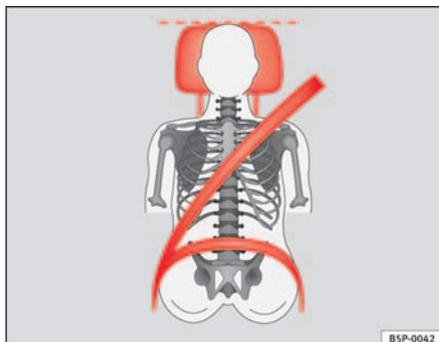
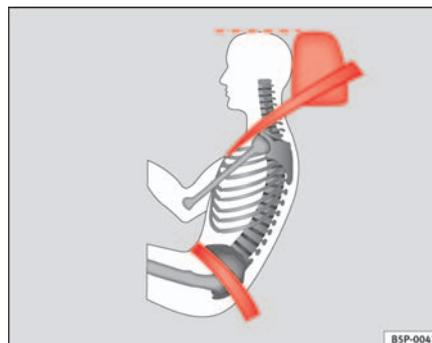

Fig. 91 Visto de frente: apoyacabezas y cinturón ajustados correctamente
Fig. 92 Visto de lado: apoyacabezas y cinturón ajustados correctamente
- Ajuste el apoyacabezas de modo que el borde superior del mismo quede a la misma altura que la parte superior de la cabeza, como mínimo a la altura de los ojos ⇒ fig. 91 y ⇒ fig. 92.